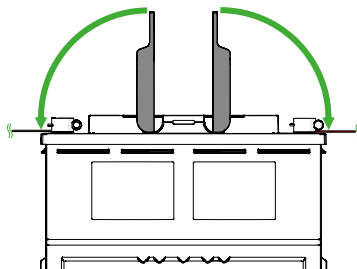

Bild 2
4. Fäll ner handtagen som skydd över anslutningarna. (Bild 2)
Fäll ner handtagen som skydd över anslutningarna. (Bild 2)